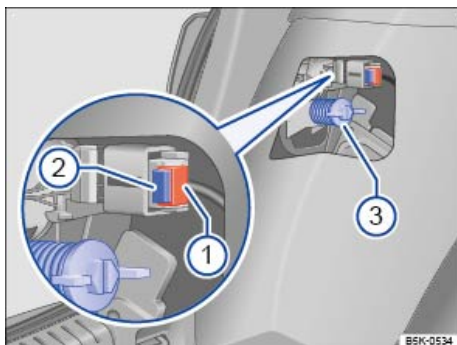

Fig. 292 Lateral del maletero: desmontaje del grupo óptico trasero.
4.	Extraiga el fusible ⇒ fig. 292 ①. Comprima el bloqueo ② del conector y desacople el conector.
5.	Desenrosque el tornillo de fijación con la mano ③.
12.	Con una mano sostenga el grupo óptico en la posición de montaje y con la otra enrosque el tornillo de fijación ⇒ fig. 292 ③.
14.	Acople el conector al portalámparas y encastre el fusible ①.